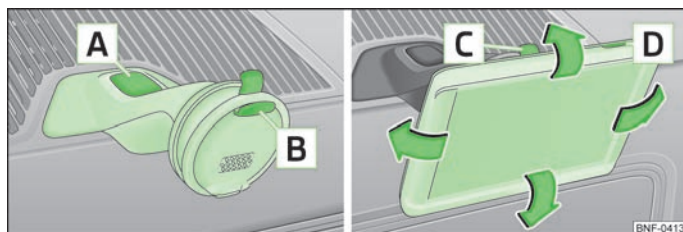

Fig. 75 Support de l'appareil multifonction/appareil multifonction
- Insérez d'abord l'appareil multifonction dans le support supérieur **B** » fig. 75 et enfoncez-le au niveau de sa partie inférieure dans le support jusqu'à ce qu'il s'enclenche » **I**.
- L'inclinaison dans la position souhaitée se règle en poussant l'appareil multifonction dans les directions indiquées par les flèches » fig. 75 » **J**.
- Appuyez de l'autre main sur la touche de déverrouillage **C** » fig. 75 et retirez l'appareil.
- Appuyez de l'autre main sur la touche de déverrouillage **A** » fig. 75.
- Allumez l'appareil multifonction en appuyant sur la touche **D** » fig. 75.